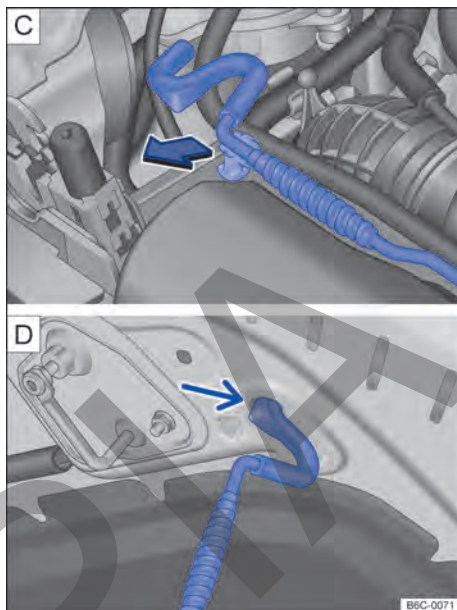

Fig. 181 [C] Varilla de sujeción de la tapa del compartimento del motor. [D] Tapa del compartimento del motor apoyada en la varilla de sujeción.
- Retirar la varilla de sujeción del soporte en el sentido de la flecha → fig. 181 [C] y colocarla en la abertura de la tapa del compartimento del motor → fig. 181 [D]. ▶
- Retirar la varilla de sujeción del orificio → fig. 181 y encajarla en el soporte del cierre → fig. 181 .